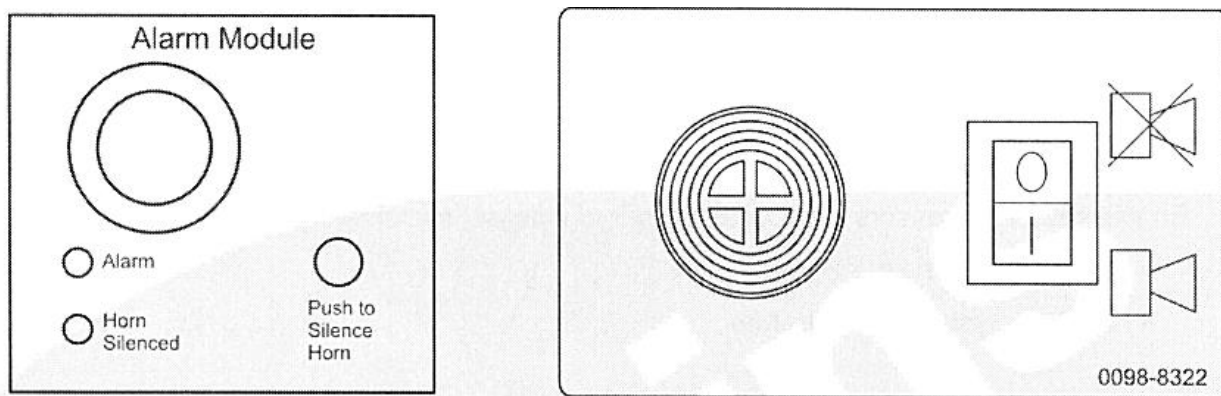

РИС. 5 – ПЕРЕДНЯЯ ПАНЕЛЬ МОДУЛЕЙ ЗВУКОВОЙ СИГНАЛИЗАЦИИ
Модуль сигнализации обеспечивает подачу звуковых предупредительных сигналов. Двухпозиционный переключатель имеет 2 положения: Вкл. (I) и Выкл. (O). См. Рис.5